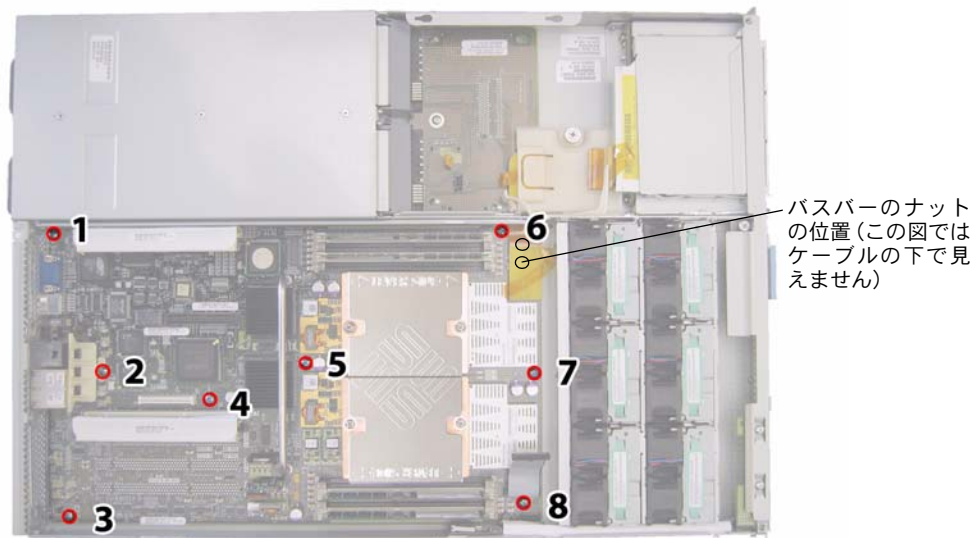

図 3-52 マザーボード固定ネジとバスバーのナットの位置
14. マザーボードをシャーシ底面に固定している8本のネジを緩めて取り外します。8本のネジの位置については、図3-52を参照してください。
15. 8mmのナットドライバーを使用して、マザーボードからバスバーのナットを取り外します。図3-52を参照してください。